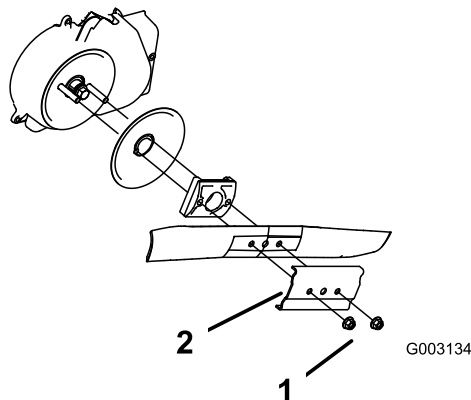

Figura 51
3. Retire las 2 tuercas de la cuchilla y el refuerzo (Figura 51).
4. Retire la cuchilla (Figura 51).
5. Instale la cuchilla nueva (Figura 51).